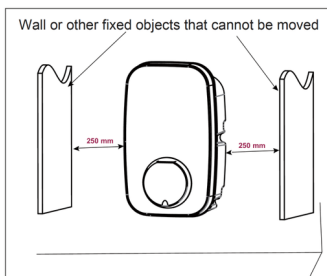

Fig. 5
- Recomendação: separação lateral mínima de 250 mm de cada lado. Fig. 5